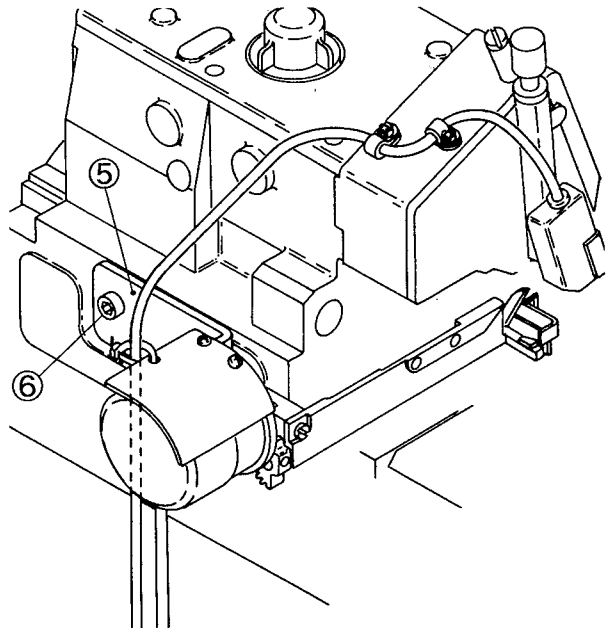

図9
- (3) 駆動ギヤ④と従ギヤ①にわずかなガタができるように、ソレノイド取付板⑤を止メネジ⑥2個で締める。(図9)